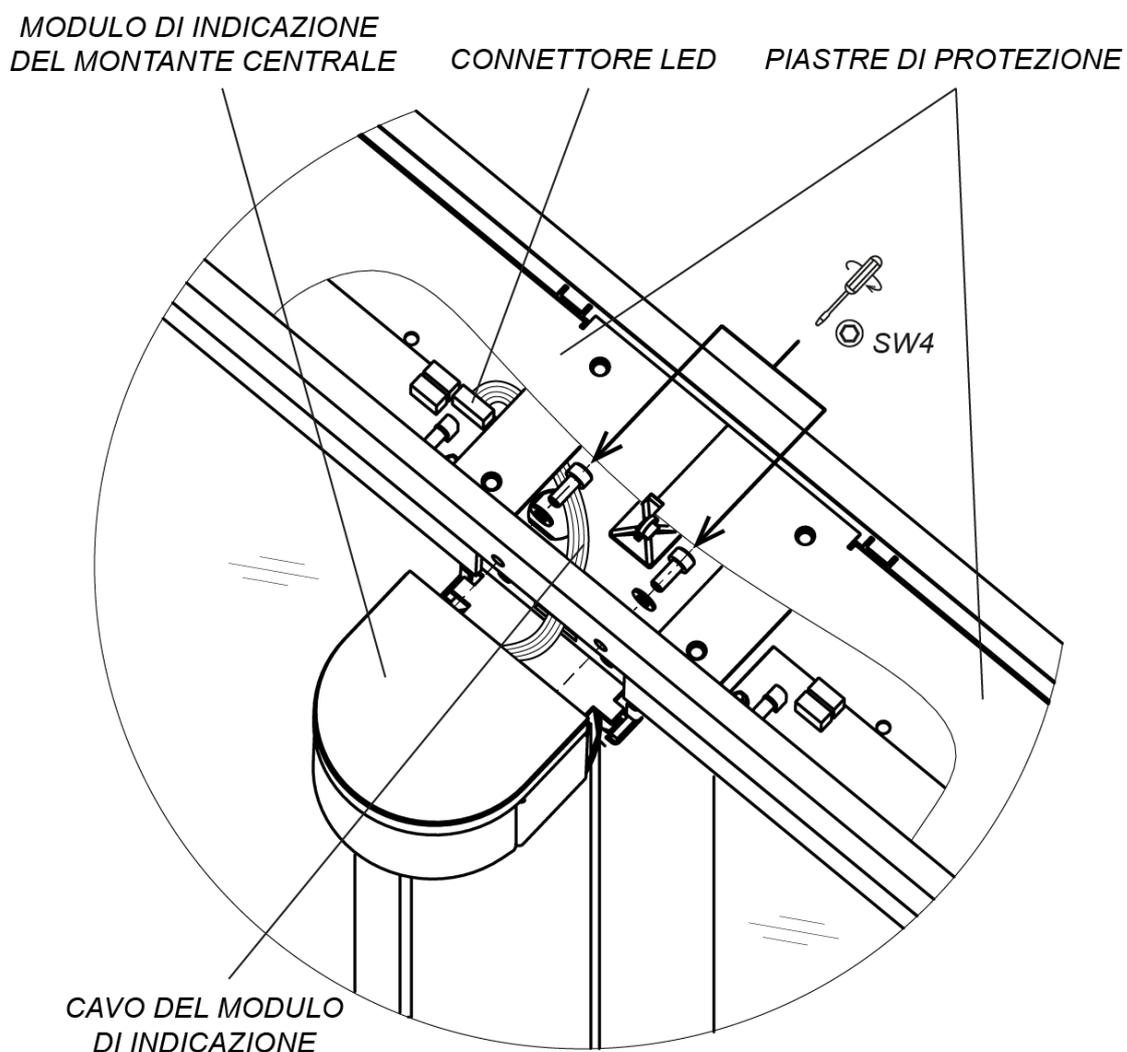

Fig. 23. Montaggio del modulo di indicazione del montante centrale
- Installate i moduli di indicazione LED dei montanti centrali (3) (rif. Fig. 23, paragrafo 8.8.6), prendere dal kit di fornitura.
- Installate due piastre di protezione (rif. Fig. 23, paragrafo 8.8.6).
Per installare il modulo di indicazione del montante centrale (3) (rif. Fig.23):
3. Installare il modulo sulla piazzola posizionata sopra il sostegno girevole dell'anta e usando la chiave a brugola SW4 fissarlo sulla canalina superiore del montante (12) con due viti M5x12 con rondelle dal kit di fornitura.
Lo smontaggio del modulo di indicazione del montante centrale viene eseguito nella sequenza inversa. Prima bisogna rimuovere la copertura di vetro (10) dalla sezione del tornello e due piastre di protezione (rif. paragrafo 8.8.7, Fig. 23, 24).
Prima di montare la copertura di vetro, nel condotto superiore bisogna installare al suo posto le due piastre di protezione (rif. Fig.23).